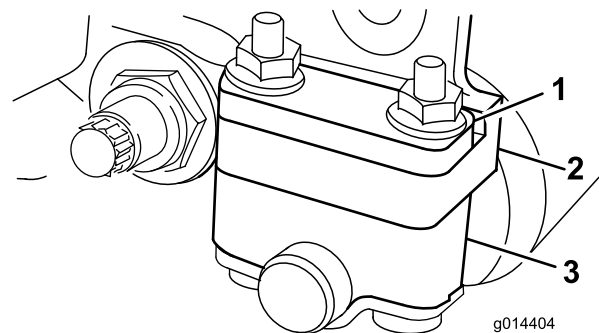
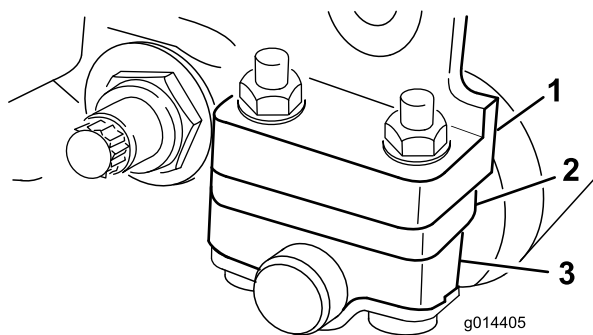

Bild 11
Bild 12
1. Stellen Sie die Heckrollenhalterungen Bild 11 und Bild 12) auf die obere oder untere Position ein, abhängig von dem gewünschten Schnitthöhenbereich.
Positionieren Sie das Distanzstück über den Montageflansch der Seitenplatte (Werkseinstellung), wenn der Schnitthöhenbereich zwischen 1,6 mm und 6,4 mm liegen soll (Bild 11).
Schnitt Höhenbereich zwischen 3,2 mm und 25 mm liegen soll (Bild 12).